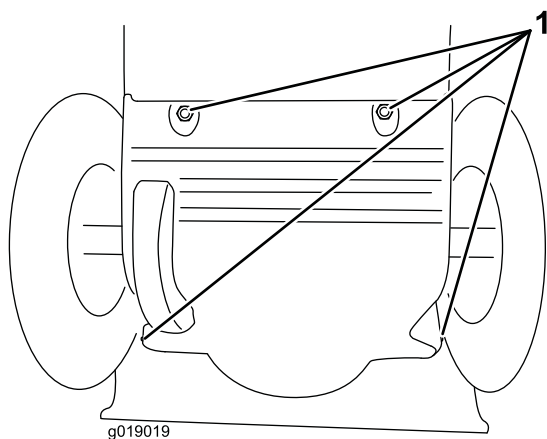

Рисунок 43
1. Снимите заднюю крышку (Рисунок 43).